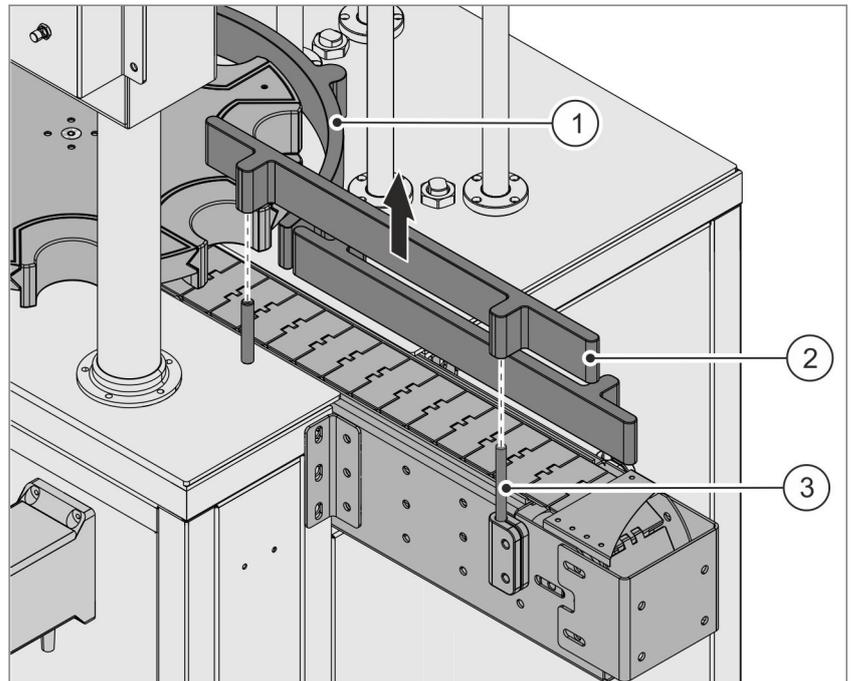

Abb. 44 Führungsleisten wechseln
02. Folgende Führungsleisten **Abb. 44 / ① + ②** von den Führungsbolzen **Abb. 44 / ③** abnehmen:
- 1 Führungsleiste, gebogen **Abb. 44 / ①**, am Drehstern
- 5 Führungsleisten, gerade **Abb. 44 / ②**, an den Förderbändern